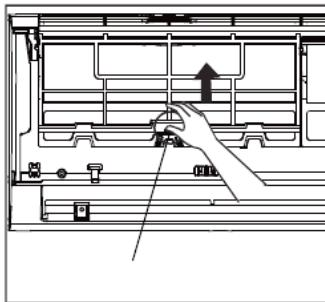
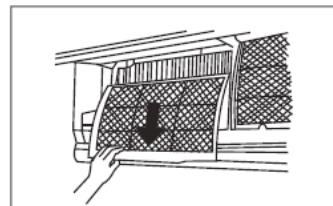

fig. 17 -
fig. 18 -
3. Îndepărtați filtrele împingând în sus filetele centrale până când se eliberează de dispozitivul de fixare și glisați-le în jos ("fig. 17 - " e "fig. 18 - ")